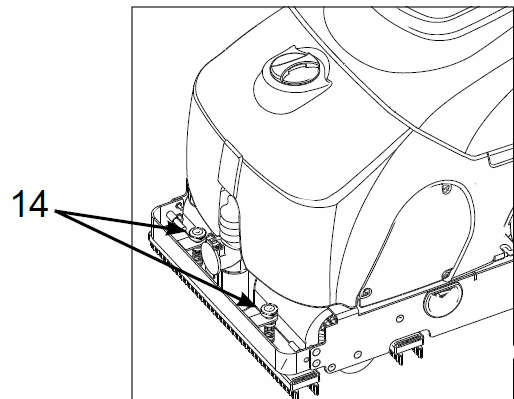

Abb. 20: Druckregelung einstellen
Schritt 5: Passen Sie gegebenenfalls die Druckregelung der Saugleiste durch Drehen des Drehknopfes (Pos. 14, Abb.20) an.